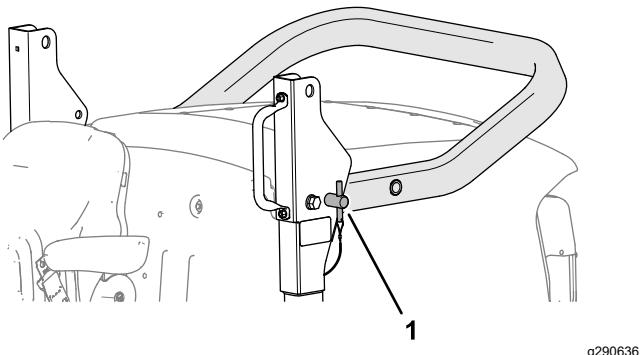

**Bild 21**
- Entfernen Sie die Splinte aus den Überrollbügelstiften in den Schwenkhalterungen des unteren Überrollbügelrahmens (Bild 21).
- Halten Sie das Gewicht des oberen Überrollbügels und entfernen Sie die Überrollbügelstifte aus den Schwenkhalterungen (Bild 21).